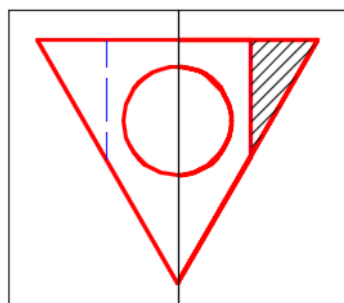

Рис. 28
- б) для вариантов с прямоугольными и трапециевидными отверстиями (варианты 9 - 27) изменить размеры рамок видовой экрана вида сверху и горизонтального разреза, оставив ровно их половину, так вид и разрез должны быть представлены в виде половины и разделены осью симметрии по причине отсутствия рёбер, которые проецируются линию разделения вида и разреза (рис. 28, 29).